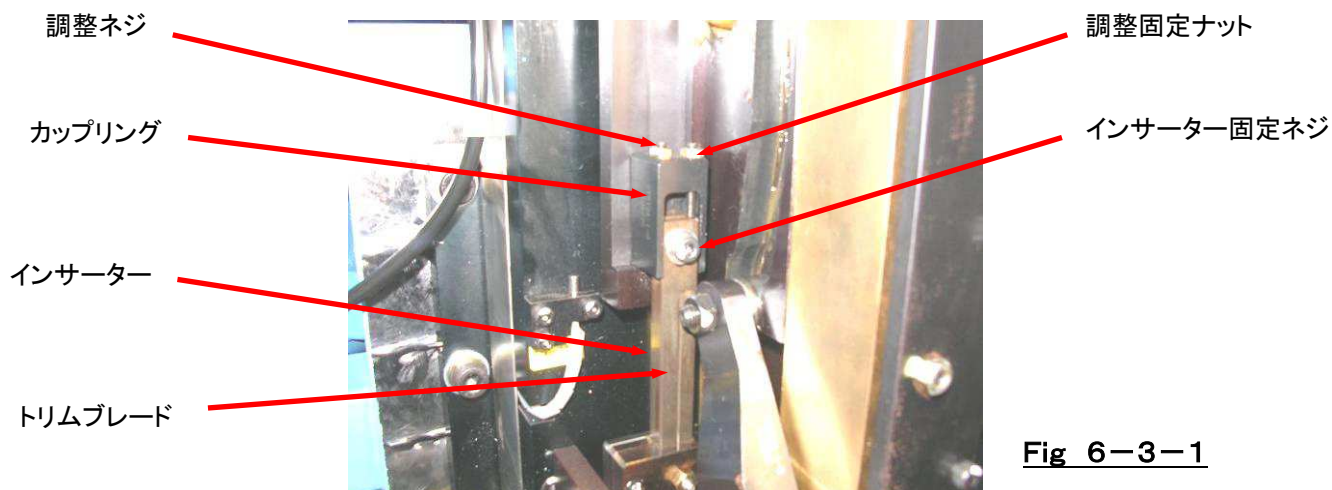

Fig 6-3-1
6.3 ターミナル挿入深さ(インサーター挿入量)の調整 [Fig 6-3-1]